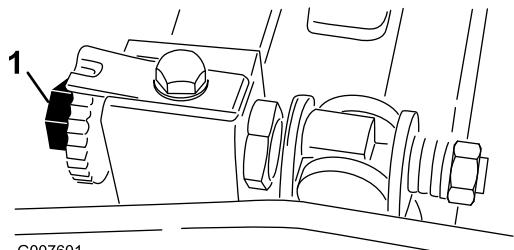

図 39
2. ベッド・バー調整ネジ (図 39) を左に回して、リールと下刃の接触を完全になくす。
れ、引き抜くのに少し力が必要な程度に調整する (図 39)。